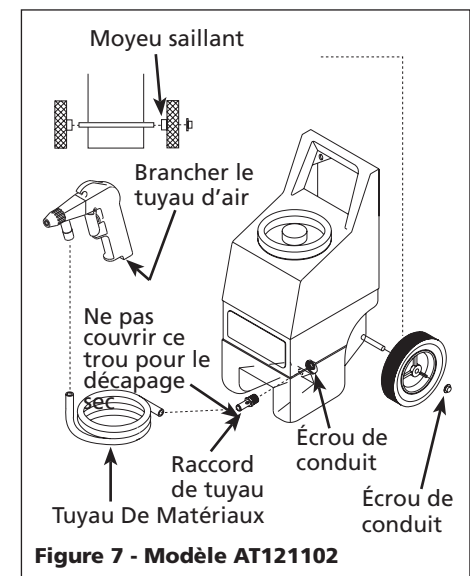

Figure 7 - Modèle AT121102
1. Glisser la roue sur l'arbre de roue. (Voir Figure 7). Cogner légèrement au marteau sur le capuchon de roue pour fixer, s'assurant que le moyeu saillant fait face à la trémie. Répéter pour le côté opposé.
3. Brancher le tuyau de matériaux au raccord du tuyau flexible. Brancher le sens opposé du tuyau flexible au pistolet (Voir Figure 7). Ne jamais utiliser des colliers de serrage pour fixer le tuyau.